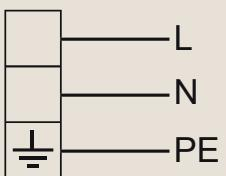

Fig. 3.3
- * Raccorder les fils phase, neutre et terre à la plaquette de connexions "G" conformément au diagramme de la fig. 3.3.